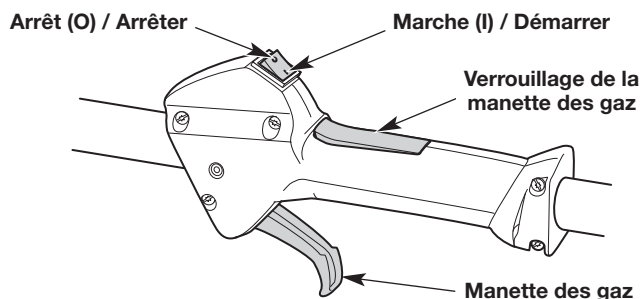
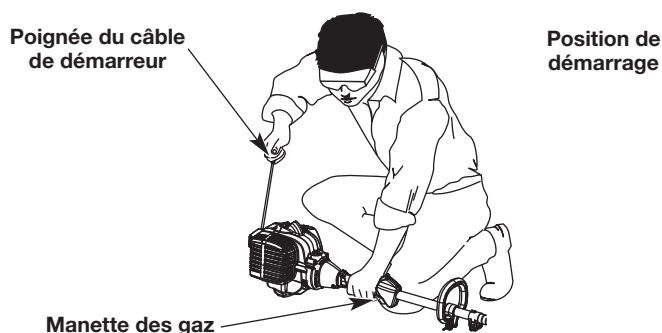

Fig. 12
Fig. 14
AVERTISSEMENT : évitez tout démarrage accidentel de l'appareil. Pour éviter toute blessure grave, l'opérateur et l'appareil doivent être tous deux en position stable quand l'opérateur tire sur le câble de démarreur (Fig. 14).
L'interrupteur de marche/arrêt est constamment en position de marche (I) (Fig. 12).
5. Accroupissez-vous en position de démarrage (Fig. 14).
6. Appuyez sur le verrouillage de la manette des gaz et enfoncez la manette des gaz (Fig. 12). Tirez sur la corde de démarreur en effectuant un mouvement contrôlé et ferme à **5 reprises** (Fig. 14).
2. Appuyez sur l'interrupteur de marche/arrêt et maintenez-le enfoncé en position d'arrêt (O) jusqu'à ce que le moteur s'arrête complètement (Fig. 12).